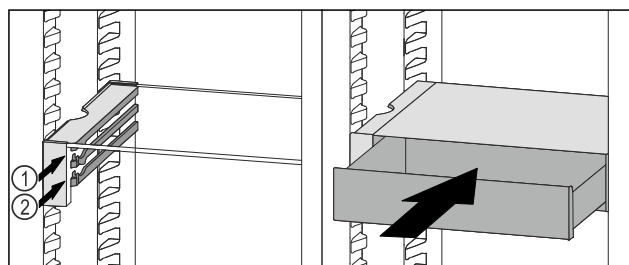

Fig. 140
- ▶ Nasadte zásuvku VarioSafe za zářezky na požadovaném žebro Fig. 140 (1) nebo Fig. 140 (2).